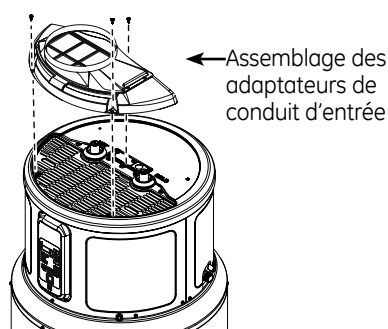

Figure 5
3. Orientez l'assemblage des adaptateurs vers le dessus du chauffe-eau en alignant les trous selon la Figure 5. Utilisez les trois vis de l'étape 2, point 1, pour fixer l'assemblage sur le chauffe-eau.